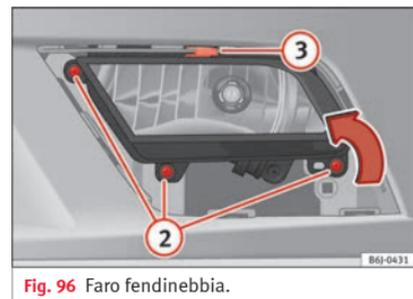

Fig. 96 Faro fendinebbia.
- Rimuovere le viti (3x) » fig. 96 ② per estrarre il faro antinebbia.
- Rimuovere la grappa metallica situata nella parte superiore del faro fendinebbia tirando verso l'esterno del veicolo » fig. 96 ③.